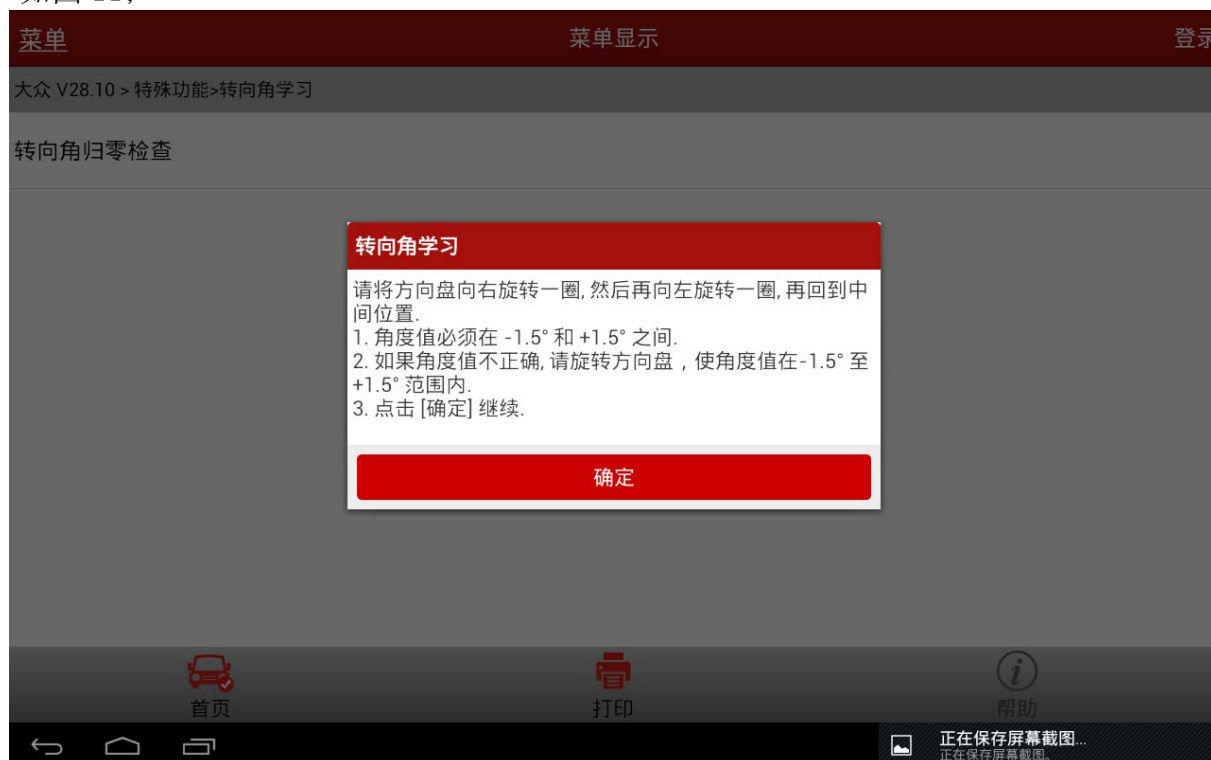

图 11
- 3). 执行【转向角学习】->【转向角归零检查】，请按提示操作，确保满足提示中的所有条件，如图 11；